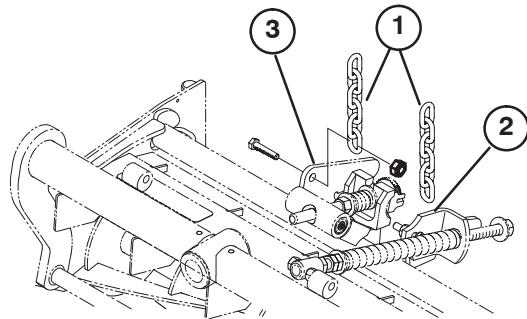

Bild 9
12. Entfernen Sie am mittleren Frontmähwerk die Mutter, mit der die Befestigungshalterung für die Rasenschutzfeder am linken Ohr des Mähwerkstabilisators befestigt ist (Bild 9). Setzen Sie die linke Kippkette auf die Kopfschraube und befestigen Sie sie mit der abgenommenen Mutter.
- 13.** Befestigen Sie die rechte Kippkette mit einer Kopfschraube (3/8 x 1 Zoll) und der Bundmutter (in den losen Teilen) an den Ohren des rechten Mähwerkstabilisators (Bild 9).